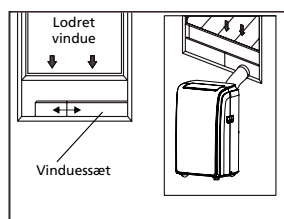

Fig. 5
- 4 Fastgør slangeudløbet ind i vinduessættet og pakningen. (Fig. 5 & 6)